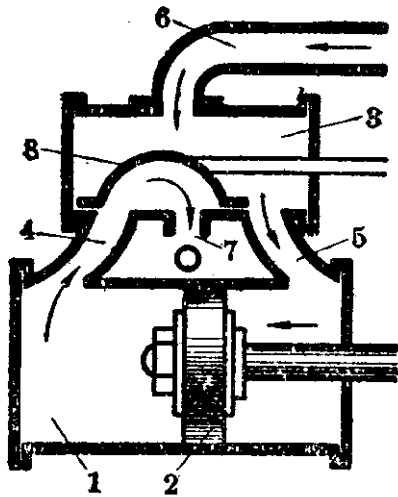
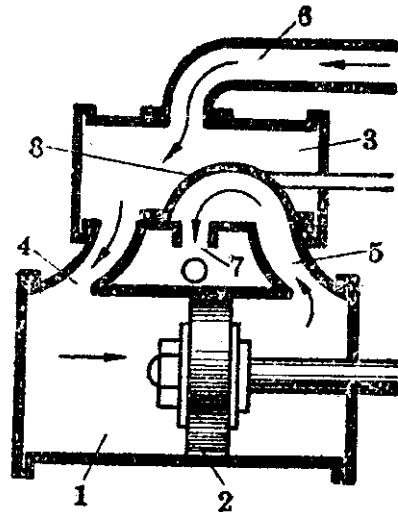

图 8-15
图 8-16
(1) 汽缸和汽室：汽缸是蒸汽膨脹做功的部分，也是蒸汽机中最主要的組成部分。如图 8.15 所示，1 是汽缸；2 是活塞，它可以在汽缸內往复移动，但又須与汽缸紧密連接而不漏汽。汽缸上有一个汽室 3，汽室里有四个汽管。汽管 4 和 5 与汽缸两端相通；汽管 6 是进汽管，过热蒸汽由它通入；汽管 7 是排气管。汽室內还有一个可以左右移动的滑动閥 8，它在同一时刻內只能遮住两个管口：排气管口和某一个通汽缸的管口。
在图 8-15 所示的情况下，过热蒸汽经过汽管 6，进入汽室 3，再从汽室 3 通过开启着的右汽管 5，进入汽缸的右边。也就是说，这时汽缸右端和锅炉连通，从锅炉来的高压过热蒸汽推动活塞向左移动。被滑动阀复盖着的左汽管 4 跟排气管 7 连接，因此活塞左边的蒸汽被活塞推压，从汽管 4 经过排气管 7 排出。
活塞间接带动滑动阀运动，在活塞向左移动的后一段时间里，滑动阀向右移动。结果当活塞到达汽缸左端时，滑动阀把右汽管 5 关闭，左汽管 4 打开。在图 8-16 中，蒸汽从左汽管 4 进入汽缸，推动活塞向右移动。而汽缸右面刚刚经过膨胀的废气经过右汽管 5 排出。当活塞移动到汽缸右端时，滑动阀又回到图 8-15 所示的状态。这样由于蒸汽膨胀做功推动活塞，往复不停地运动着。